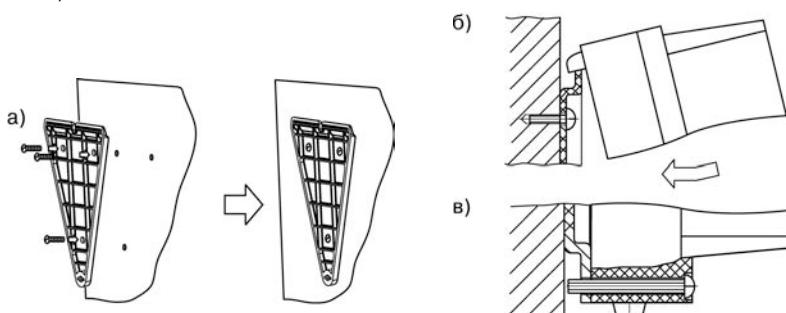

Рисунок 5.1 – Установка прибора настенного крепления
1) Кронштейн закрепляется тремя винтами M4 на поверхности, пред назначенной для установки прибора (см. Приложение А и рисунок 5.1, а).
2) Крепежный уголок зацепляется на задней стенке прибора за верхнюю кромку кронштейна (рисунок 5.1, б).
3) Прибор прикрепляется к кронштейну винтом M4 × 35 из комплекта поставки (рисунок 5.1, в).